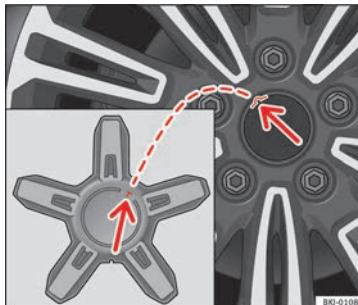

Bild 78 Montera den centrala navkapseln.
- Montera den centrala navkapseln på fälgen genom att montera den utskjutande delen på navkapseln i fördjupningen i fälgen » bild 78 (pilar).